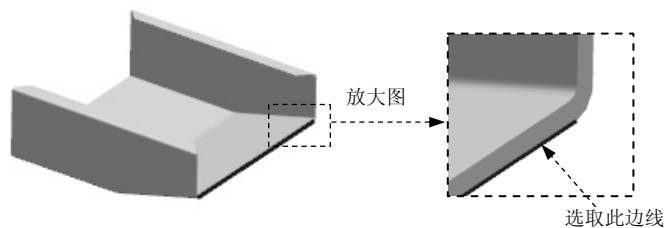

图 7.18 轮廓弯边特征 1
Step11. 创建图 7.18 所示的轮廓弯边特征 1。将模型切换至“NX 钣金”环境，选择下拉菜单 **插入(I) → 折弯(B) → 轮廓弯边(C)...** 命令，系统弹出“轮廓弯边”对话框；单击 按钮，系统弹出“创建草图”对话框，选取图 7.18 所示的模型边线为路径，在 **位置** 下拉列表中选择 **弧长百分比** 选项，在 **弧长百分比** 文本框中输入值 50；其他选项采用系统默认设置，单击 **<确定>** 按钮，进入草图绘制环境，绘制图 7.19 所示的截面草图；在 **类型** 下拉列表中选择 **基本** 选项；在 **厚度** 区域单击 按钮，在弹出的菜单中选择 **使用本地值** 选项，然后在 **厚度** 文本框中输入值 1，单击“反向”按钮 ；在 **宽度选项** 下拉列表中选择 **对称** 选项，在 **宽度** 文本框中输入值 75；在“轮廓弯边”对话框中单击 **<确定>** 按钮，完成轮廓弯边特征 1 的创建。